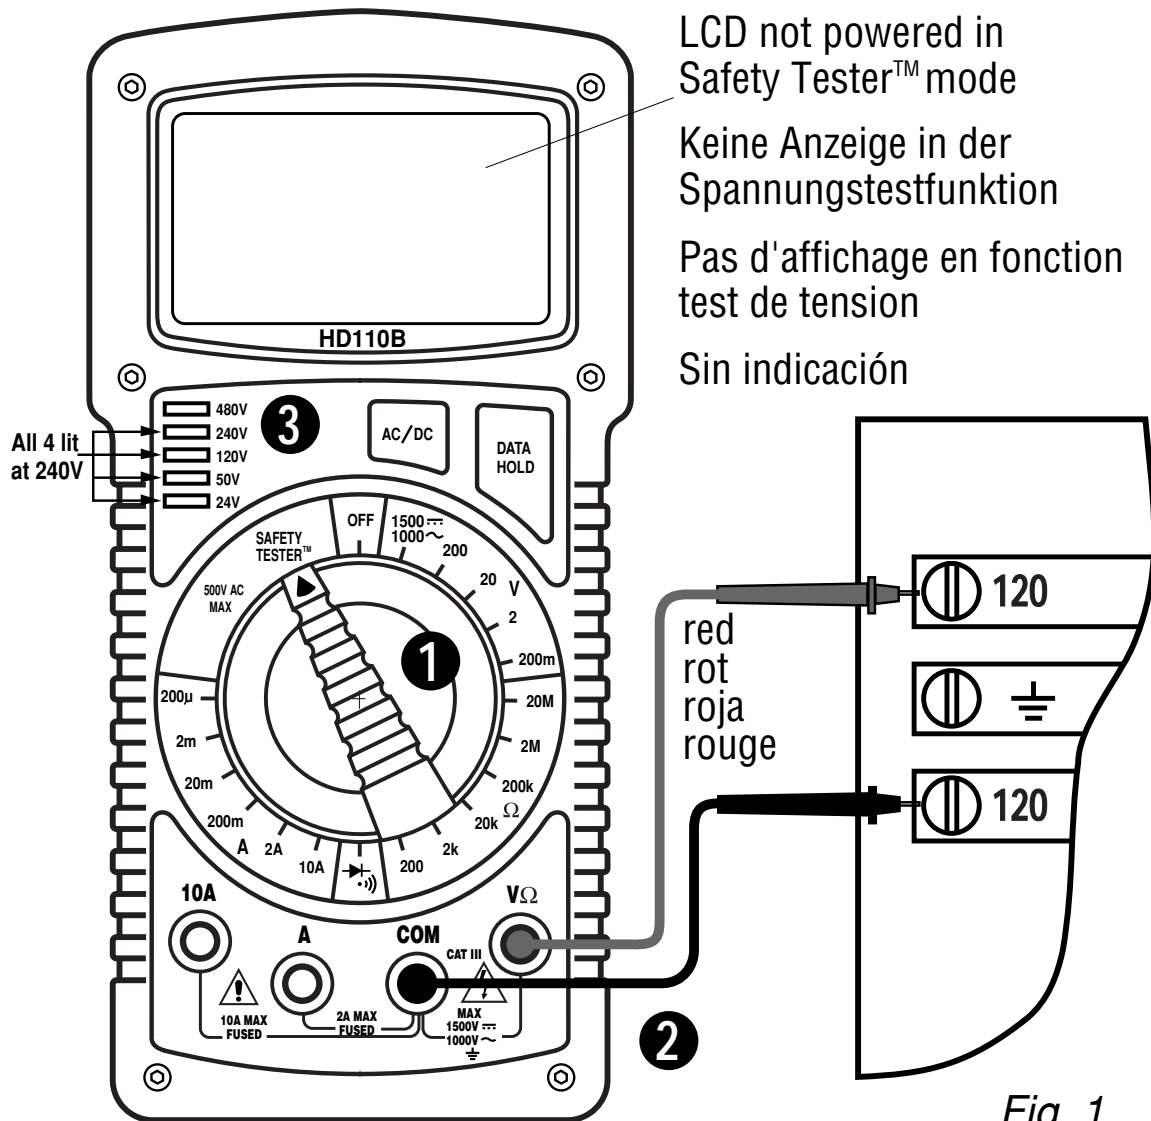

Fig. 1
SAFETY TESTER™ (See Fig. 1)
D • Sicherheitstester (Siehe Fig. 1)
E • Comprobador de Seguridad (ver Fig. 1)
F • Testeur de Sécurité (voir Fig. 1)
❶ Meßkabel gemäß Fig.1 mit Gerät verbinden. ❷ Funktionsschalter auf V und den gewünschten Bereich stellen. ❸ AC/DC Menütaste drücken um AC oder DC in der Anzeige zu wählen. ❹ Meßspitzen mit Meßkreis verbinden – parallel zur Spannungsquelle. ❺ Meßwert ablesen (automatische Polaritätsanzeige bei DC Messungen).
E • Medidas de tensión CC y CA (DCV y ACV) - (vea Fig 1)
F • Mesure de Tensions CC et CA (voir fig. 1)
❶ Connectez les cordons à l'appareil comme indiqué en figure 1. ❷ Placez le sélecteur sur V et sur la gamme souhaitée ❸ Pressez le bouton AC/DC pour afficher l'indicateur AC (Tension alternative) ou DC (Tension continue). ❹ Connectez les cordons au circuit – en parallèle avec la source de tension. ❺ Lisez la mesure sur l'afficheur (avec la polarité pour les mesures en CC).